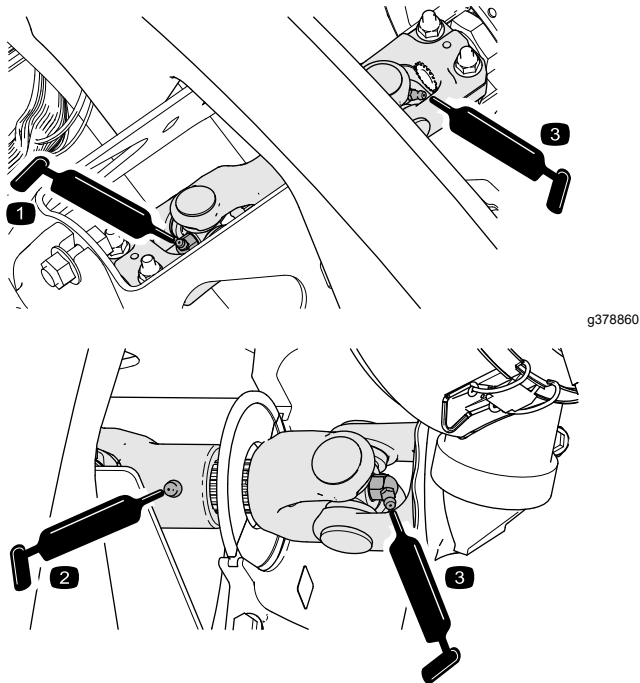

Figure 70
- Joint de cardan d'arbre d'entraînement de pompe (3) (Figure 70)